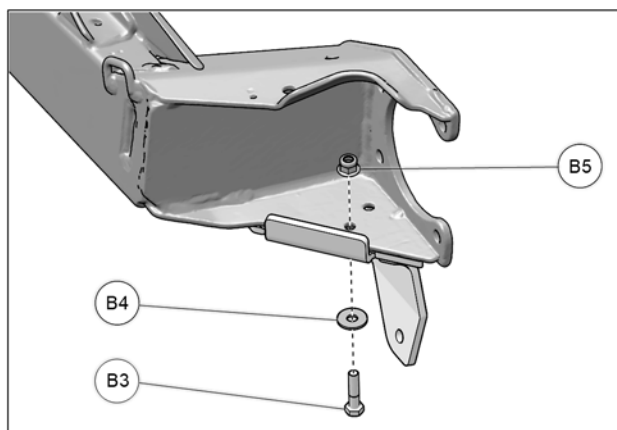

Fig. 5
5. Insérer un boulon de fixation M8x35mm (**B3**) avec rondelle (**B4**) par le dessous et fixer la plaque d'ancrage avec l'écrou M8 (**B5**) fourni. Serrer à un couple de 40 N•m [37 lb•pi]. Voir la Fig. 5